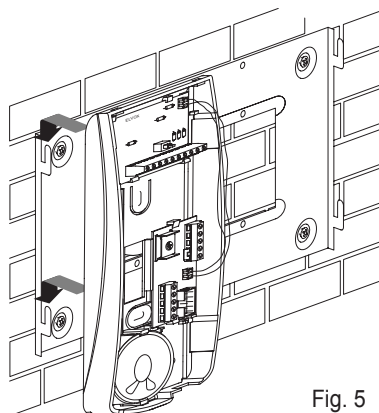

Fig. 5
- Fig. 5 Insertar el fondo del interfono en la parte izquierda del soporte insertándolo en los asientos apropiados y jalándolo hacia abajo hasta su completo bloqueo. Efectuar las conexiones a los bornes del interfono y de la ficha del monitor.
- Fig. 5 Inserir o fundo do interfone na parte esquerda do suporte inserindo-o nas sedes apropriadas e tirando-o para baixo até o seu completo bloqueio. Efetuar as ligações nos terminais do interfone e da placa do monitor.